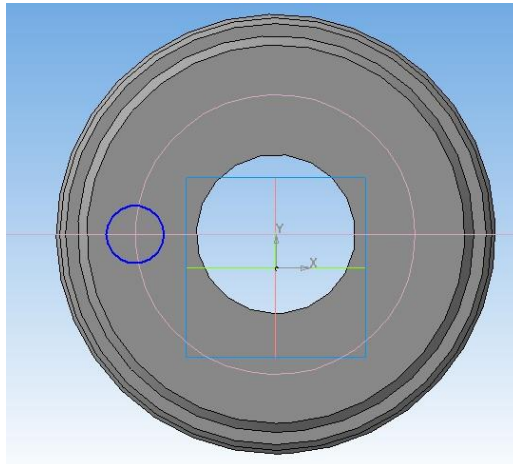

Рис. 11. Построение окружности
3. Постройте окружность одного из отверстий (рис. 11–12).